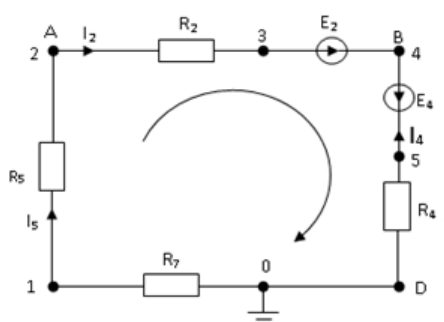

Рисунок 1.3 – Схема для построения потенциальной диаграммы
6. Построить потенциальную диаграмму для контура, содержащего два источника ЭДС (рисунок 1.3).